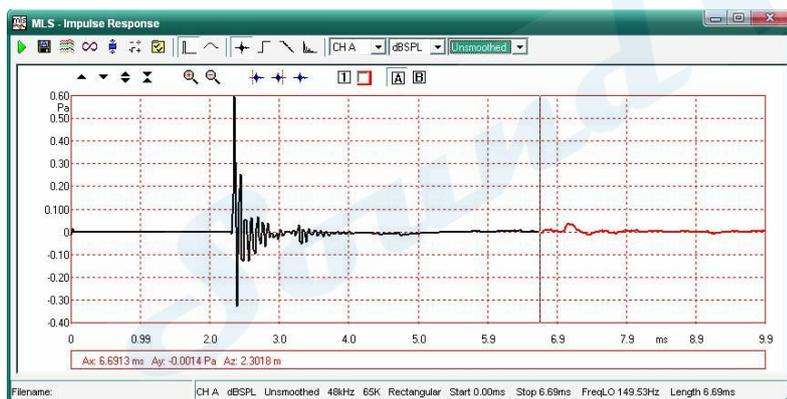

图9-16
5) 点时间能量曲线图标获得图9-15 的时间能量曲线，从图上可知在7 毫秒时来自地板的反射非常的明显需要进行剔除。如图9-16 将6.69 毫秒以后的时域进行剔除。
6) 脉冲响应的有效窗口点击图标为反白状，时域窗口将出现A 光标,用鼠标拖到要剔除的脉冲响应起点,点图标此时被剔除的时域反红色如图9-16。